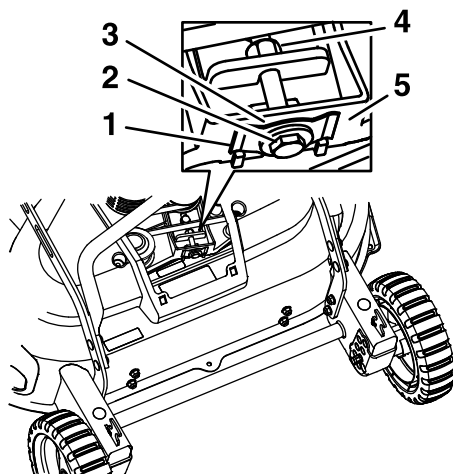

Figura 27
5. Afloje el perno de ajuste de la transmisión de las cuchillas (Figura 27).